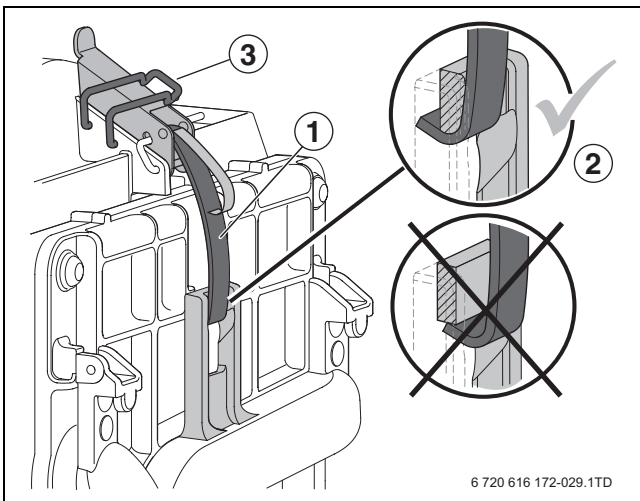

Fig. 99 Fissare e assicurare le chiusure a scatto
- Entrambe le chiusure a scatto sono correttamente fissate e assicurate [3] alla copertura del bruciatore (→ fig. 99, Ingrandimento,[2])??